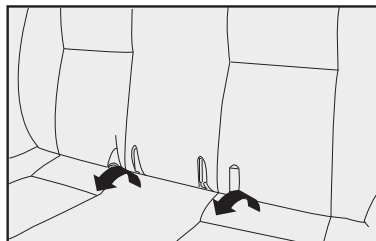

fig. 128
2) Inclíne el asiento tirando de él hacia delante **flechas**-fig. 128.